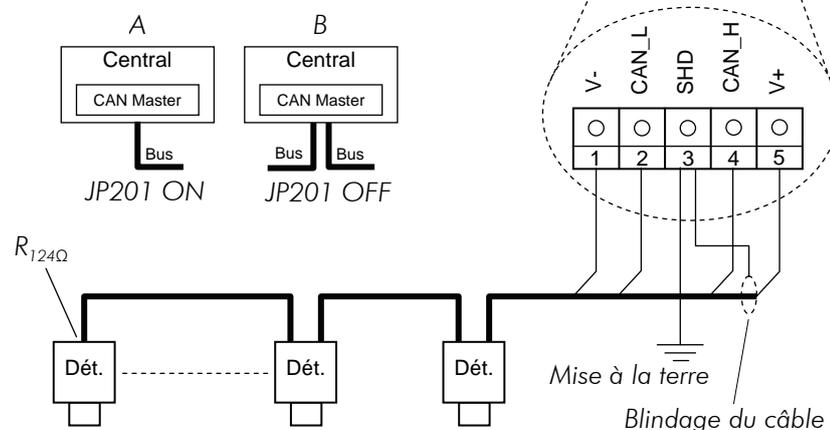

Fig. 36
- Raccorder le ou les câbles provenant des détecteurs au central en faisant correspondre les positions des connecteurs du bus CAN des détecteurs avec celles du connecteur de la carte *Interface CAN Master* (Fig. 36).